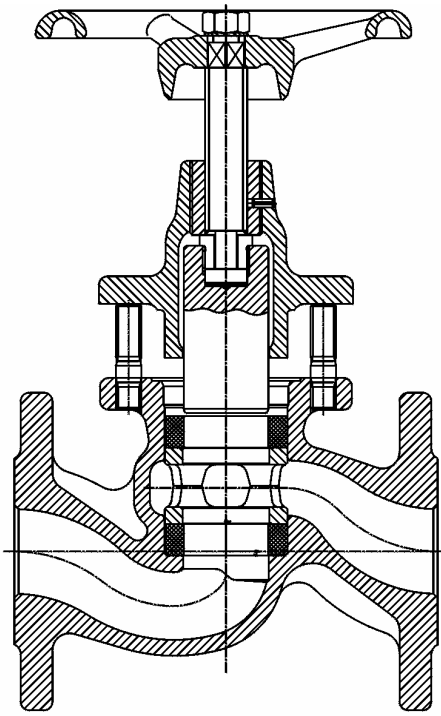

Bild 1
Siehe Bild 1
Kolbenschieberventile können bei inkompressiblen Medien durch die Betätigung zu Druckänderungen in dicht abgeschlossenen Anlagenteilen führen. Speziell bei der Anlagenplanung ist dies entsprechend zu berücksichtigen und durch geeignete Einbaulage zu vermeiden (Bild 1)
- Oberteil (Pos.2) sodann leicht verdrehen, sodaß sich der Oberteilflansch an den Stiftschraubenstirnflächen (Pos.12) abstützt, sowie am Handrad gegen den Uhrzeigersinn (Öffnungsrichtung) drehen, bis der Kolben (Pos.7) vollständig aus dem oberen Ventilring (Pos.9) gezogen wird (siehe Bild 1)